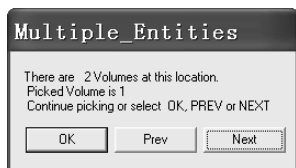
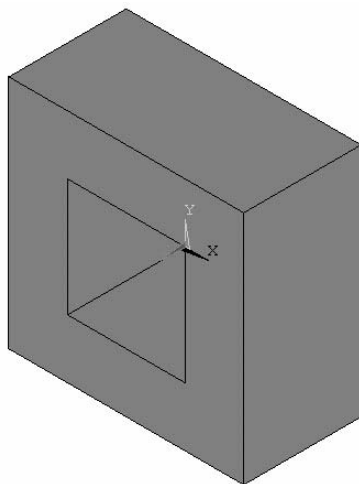

图 2-92 “Multiple_Entities” 窗口
图 2-93 空心体模型
(6) 用鼠标左键单击图形界面的长方体, 较为细长的长方体被选中, 同时弹出“Multiple_Entities”窗口(见图 2-92), 直接单击“Subtract V...”窗口中的“OK”按钮, 同时生成一个中空体的模型(见图 2-93)。